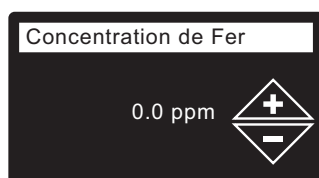

FIG. 26
23. **CONCENTRATION DE FER** Appuyez sur le bouton HAUT (▲) ou BAS (▼) pour définir la concentration de fer dans votre eau (cf. Figure 26).